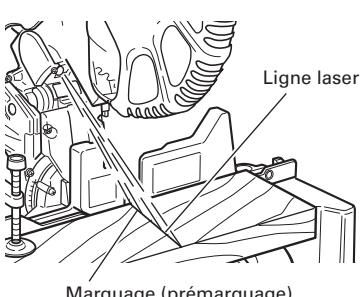

Fig. 20
**REMARQUE:** Vérifier et s'assurer périodiquement que la position de la ligne laser est convenable. Pour effectuer la vérification, tracer à l'encre une ligne perpendiculaire sur la pièce de 1-1/2" (38mm) de hauteur et de 3-1/2" (89mm) de largeur et s'assurer que la ligne laser est alignée sur la ligne tracée à l'encre. [L'écart entre la ligne tracée à l'encre et la ligne laser doit être inférieure à l'épaisseur de la ligne tracée à l'encre (0.5mm)]. (Fig. 20)